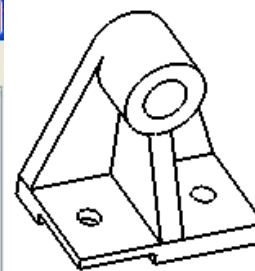
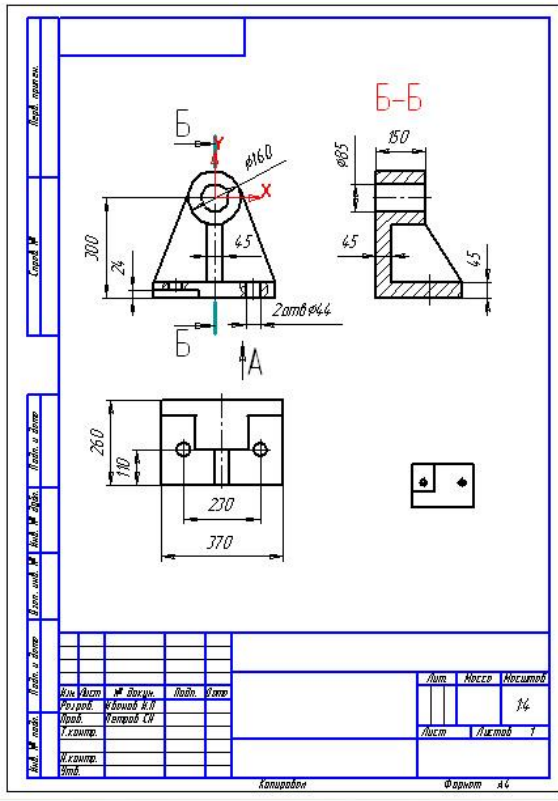
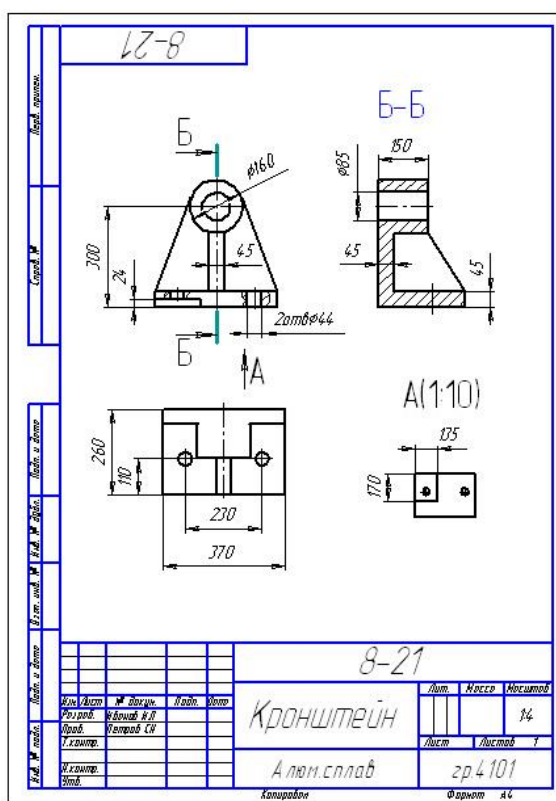

Рис. 2
Рис. 5
Рис. 6
Рассмотрим алгоритм построения чертежа детали, изображенной на **рис. 2** (размеры взять с чертежа **рис. 6**).
10. Нанесем размеры на чертеж (размеры нужно задавать натуральные, а система сама их пересчитает в соответствии с заданным масштабом). На трех проекциях (виде спереди, профильном разрезе «Б-Б» и виде сверху) размеры проставляем в **«виде 1»** (**рис. 5**), а на виде снизу «А» – в **«виде 2»** (**рис. 6**).
11. Заполним таблицу основной надписи (**рис. 6**), перенесем за пределы чертежа оси координат.